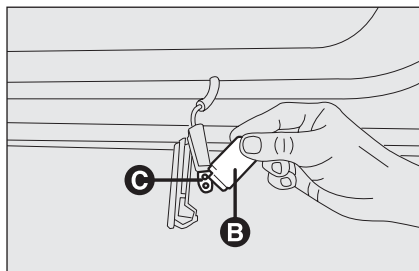

fig. 36
- ☐ presione lateralmente la protección de la lámpara **B-fig. 36** en correspondencia con los dos pernos de fijación y gírela;
- ☐ sustituya la lámpara **C-fig. 36** colocada a presión;